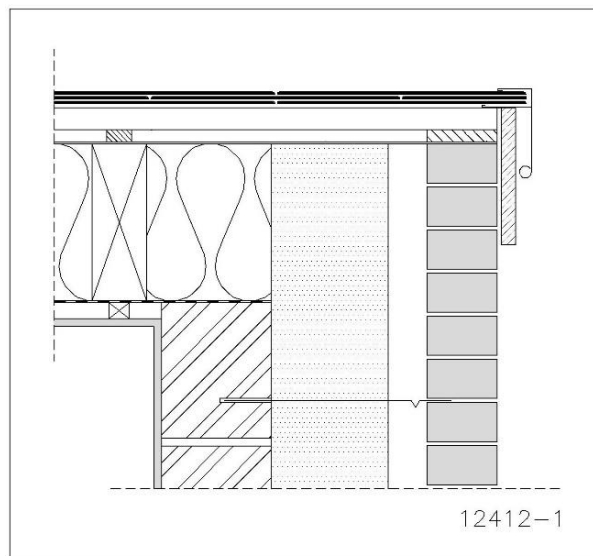

Fig. 21: Dakrandafwerking met zink
- Zijrand met metalen dakrand (Fig. 21)